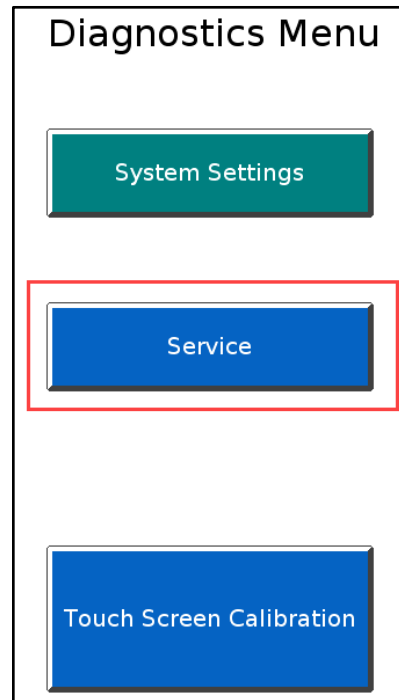

Figura 6: Selecione Service (Manutenção) em Menu Options (Opções do Menu)
3. Selecione a tecla Service (Manutenção). (Figura 6)